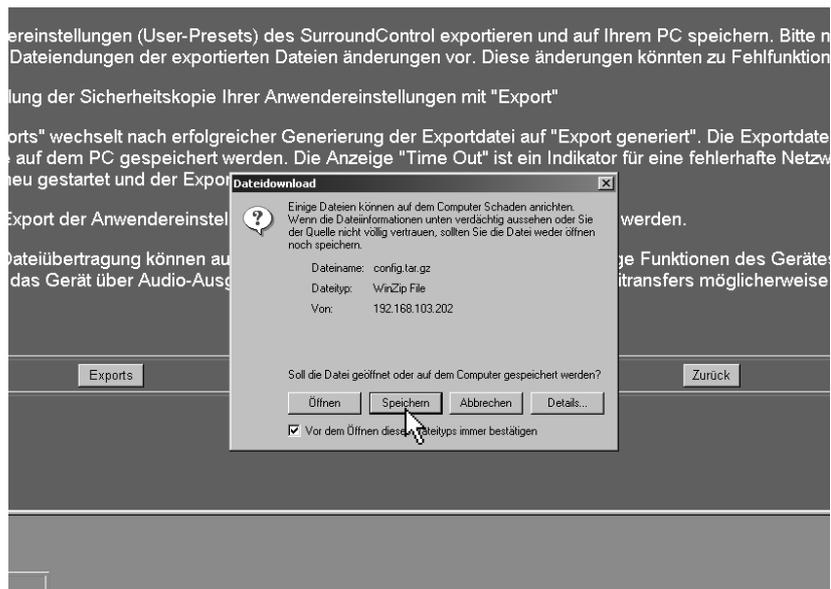

Bild 5-6: Dialog „Dateidownload“
6. Das Dialogfeld für den Dateidownload erscheint. Klicken Sie auf „Speichern“ (siehe Bild 5-6).